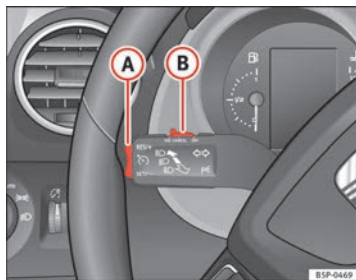

Abb. 150 Blinker- und Fernlichthebel: Schalter und Wippe für die Geschwindigkeitsregelanlage
- Drücken Sie den oberen Teil der Wippe **RES/+** ⇒ Abb. 150 (A), um die Geschwindigkeit zu erhöhen. Solange Sie die Wippe gedrückt halten, beschleunigt das Fahrzeug. Sobald Sie die Wippe loslassen, wird die neue Geschwindigkeit gespeichert.
Wenn Sie die gespeicherte Geschwindigkeit durch Treten des Bremspedals verringern, ist die Regelung der gespeicherten Geschwindigkeit ausgeschaltet. Sie können durch einmaliges Drücken des oberen Teils der Wippe **RES/+** ⇒ Abb. 150 (A) die Regelung wieder aufnehmen.